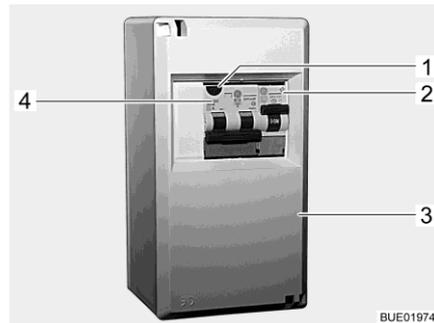
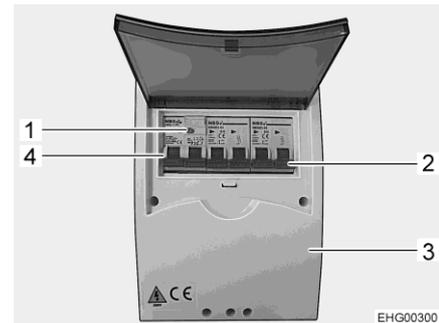

Fig. 192 Scatola dei fusibili a 230 V
Fig. 193 Scatola dei fusibili 230 V (variante)
- Disattivare gli interruttori di sicurezza (Fig. 192,2, Fig. 192,4 o Fig. 193,2, Fig. 193,4) nella scatola dei fusibili (Fig. 192,3 o Fig. 193,3).
- Se il veicolo è collegato all'alimentazione a 230 V, premere il tasto di controllo (Fig. 192,1 o Fig. 193,1) dell'interruttore combinato di sicurezza/per correnti di guasto (Fig. 192,4 o Fig. 193,4) nella scatola dei fusibili (Fig. 192,3 o Fig. 193,3). L'interruttore di sicurezza per correnti di guasto deve scattare.